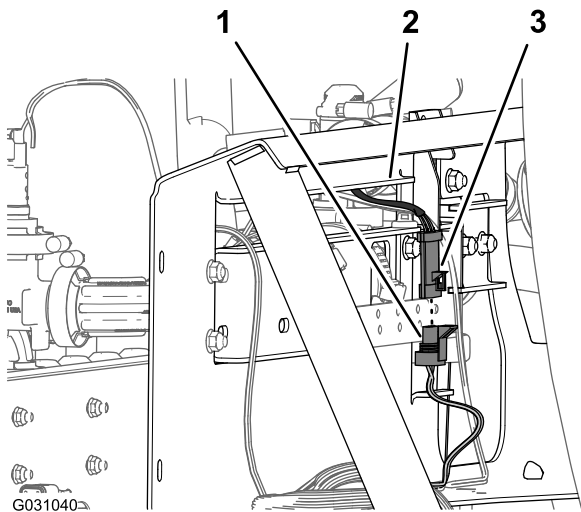

Bild 103
6. Stecken Sie den 3-Stift-Stecker für den Kabelbaum des Rührwerkventils in den 3-Buchsen-Stecker des 203-cm-Kabelbaumzweigs, der mit **Agitation Valve** beschriftet ist (Bild 103).